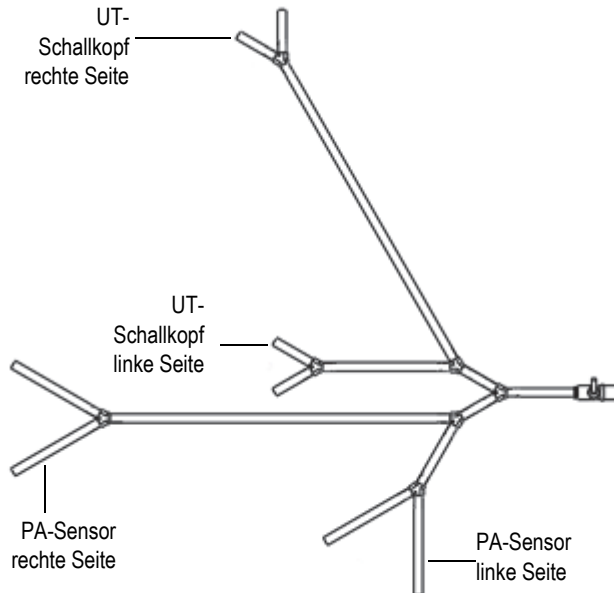
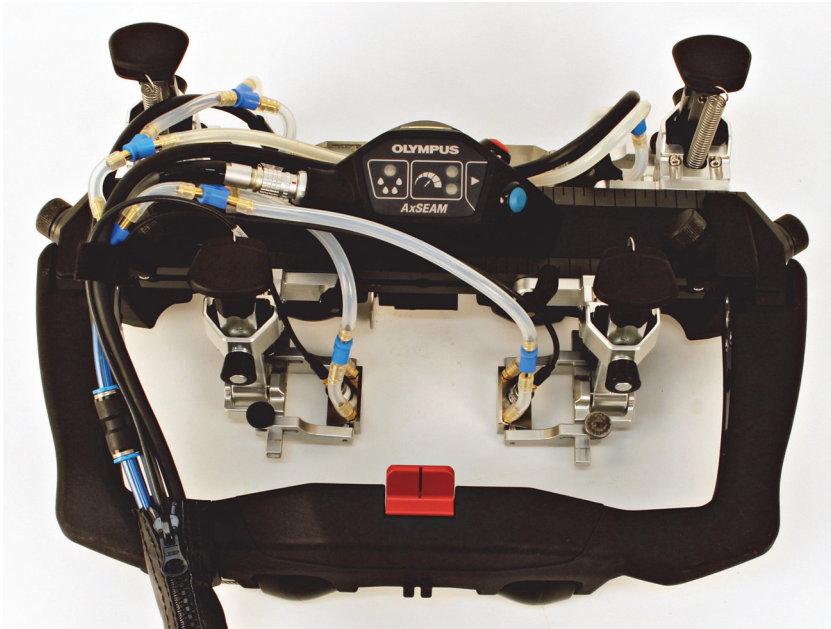

Abbildung 2-25 Wasserschlauch, komplett
Abbildung 2-26 Sensor-Wasservorlaufsystem
1. Verbinden Sie jedes Ende mit der mitgelieferten Wasserschlauchbaugruppe mit dem entsprechenden Wasservorlaufsystem (Abbildung 2-25 auf Seite 59 und Abbildung 2-26 auf Seite 60).